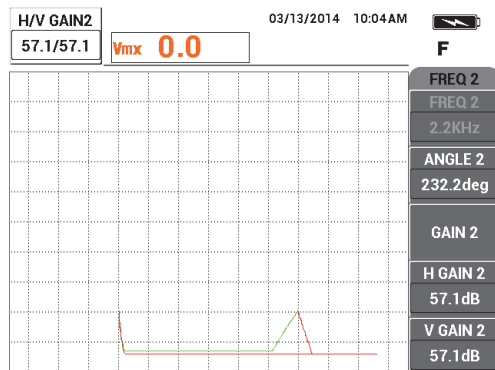

図 5-119 周波数 2 信号の振幅の調整
9. ゲインキー (**dB**) をさらに 3 回押し、左側でゼロポイントから正確に 6 区分離れるように周波数 2 の振幅を下げます (214 ページの図 5-119 を参照)。